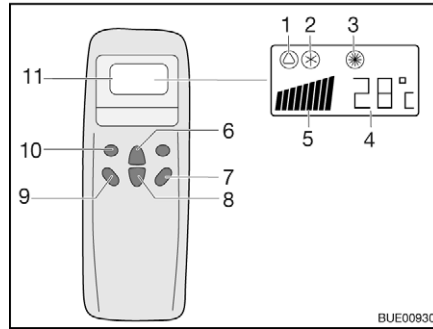
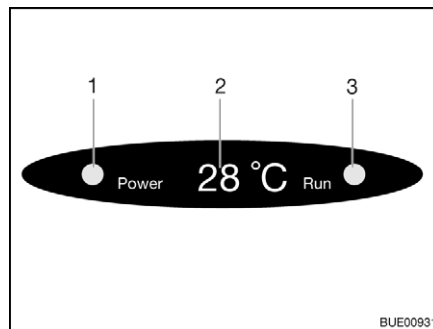

Fig. 207 Télécommande
Fig. 208 Affichage sur le diffuseur
- Appuyer sur la touche "ON/OFF" (Fig. 207,7).
- Appuyer sur la touche "Mode" (Fig. 207,10) autant de fois que nécessaire pour que le mode de fonctionnement souhaité (Fig. 207,1, 2 ou 3) s'affiche à l'écran. Le voyant de contrôle correspondant s'allume sur l'écran du diffuseur (Fig. 208,3).
- Régler la température souhaitée avec les touches d'augmentation de la température (Fig. 207,6) ou de diminution de la température (Fig. 207,8).
- Sélectionner le niveau de ventilation souhaité à l'aide de la touche de vitesse du ventilateur (Fig. 207,9).